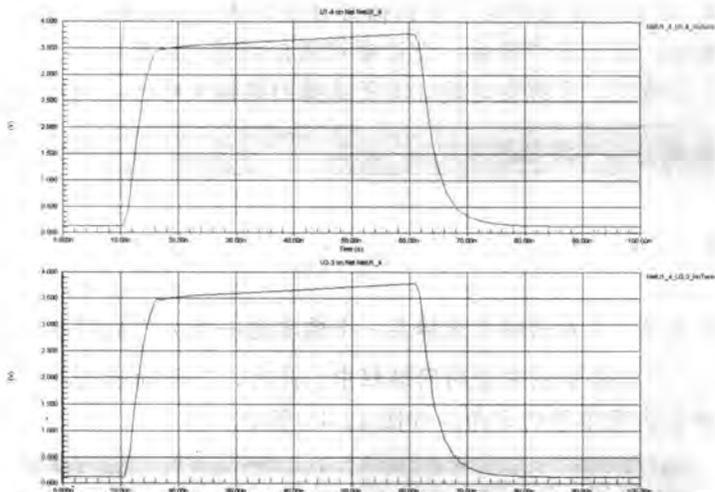

图 12-47 反射分析的波形显示
- [4] 运行结束, 系统自动进入仿真编辑环境中, 相应反射分析的波形被显示在窗口中, 如图 12-47 所示。